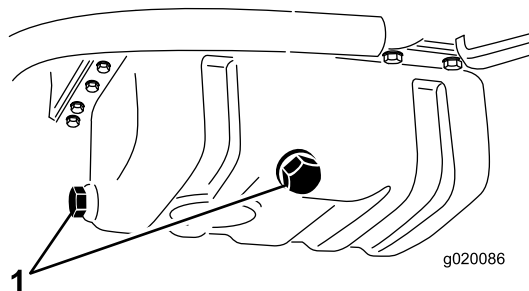

图 55
1. 拆下排油塞 (图 55) 让油流入放油盘。油不再流时安装排油塞。